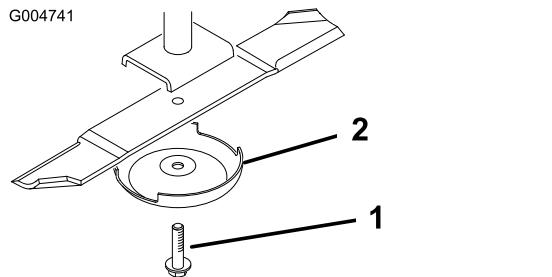

Figura 24
- Retire o parafuso da lâmina, o recipiente antidanos e lâmina do eixo (Figura 24).